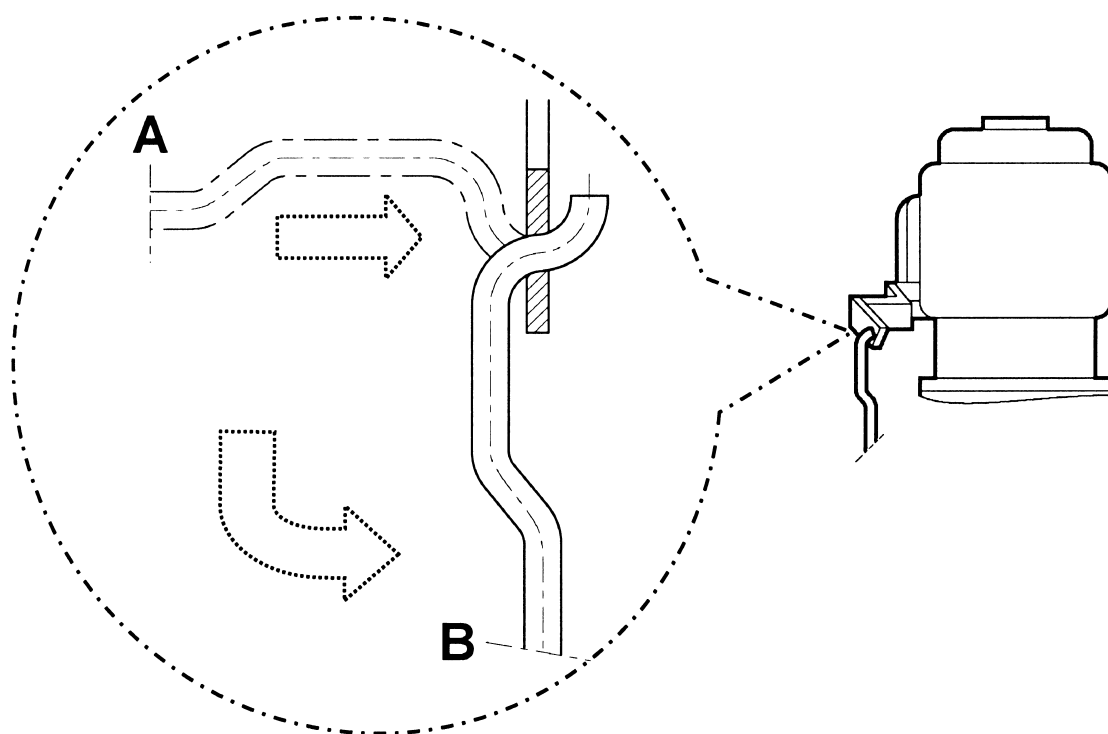

Fig. 3
- Fixation de la tige de l'interrupteur à flotteur (fig. 3) :
- Accrochez l'extrémité courbée de la tige du flotteur en position horizontale (A) dans le trou de centrage du levier de commande et basculez en position verticale (B).